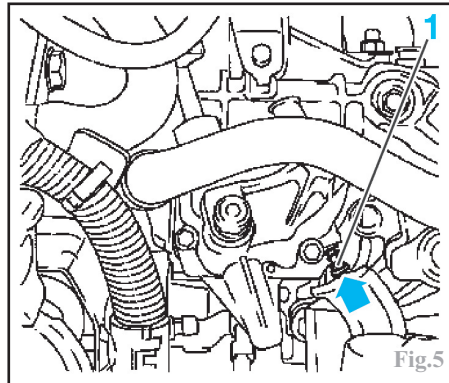

Fig.5
Appuyer sur l'arrêt (1), dans l'orifice de réglage du couvercle de changement de vitesses en tournant la tringle de commande vers la gauche (marche arrière) (Fig.5).